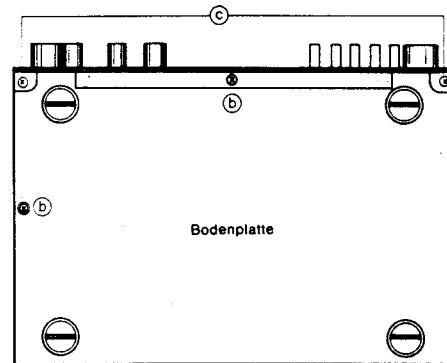

Abb. 2
- Die Schrauben (5) auf Abb. 2 und 3 herausdrehen.
- Die Schrauben (8) herausdrehen (Abb. 2 und 3).